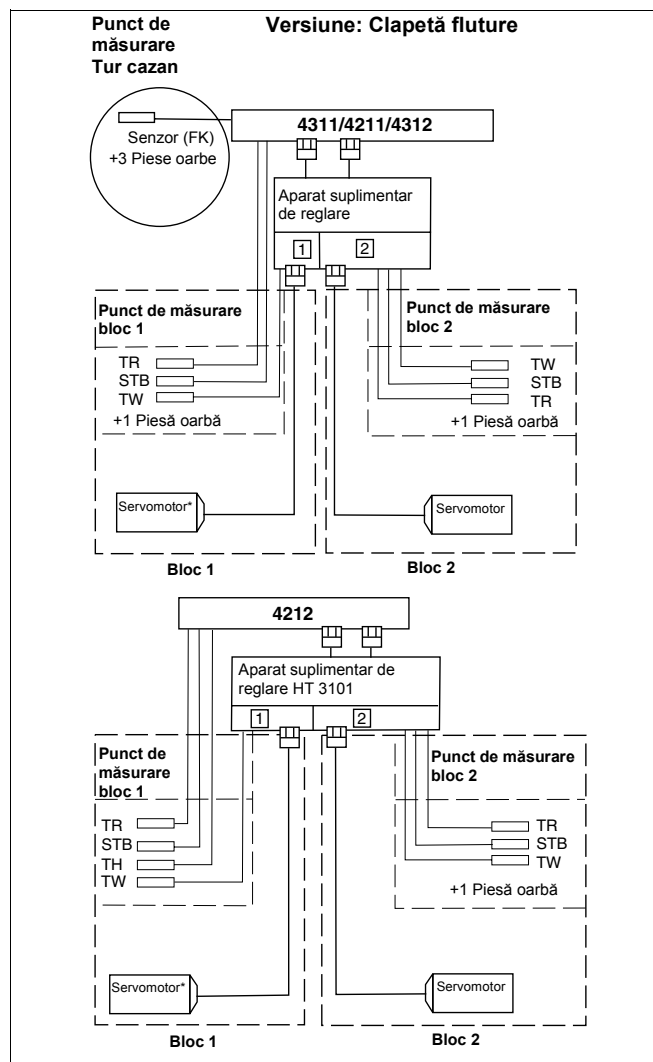

Fig. 64 Schema de racordare pentru aparatul suplimentar de reglare;
- Realizarea legăturilor dintre aparatul suplimentar de reglare și clapeta fluture cu servomotor (blocul drept de cazan, treapta 2) este conform (fig. 64) schemei electrice.
Singurul senzor al aparatului HT 3101 sunt în legătură conform schemei electrice (fig. 64) cu senzorii aparatului de reglare și se află la punctul de măsurare de la blocul 1 (teaca de imersie). Mănunchiul de senzori (3 senzori și o piesă oarbă) conform schemei (fig. 64) se află la punctul de măsurare la blocul 2 (teaca de imersie).